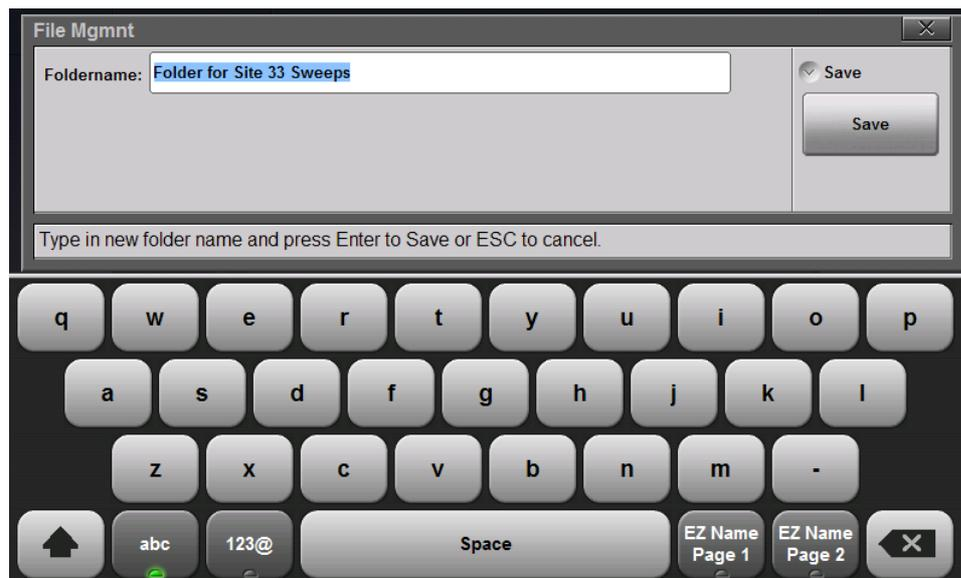

Рисунок 7-20. Ввод названия созданной папки
4. Впишите название папки с помощью клавиатуры на экране. Подробнее см. в п. «Выбор имени файла» на стр. 7-5 (рис. 7-20).